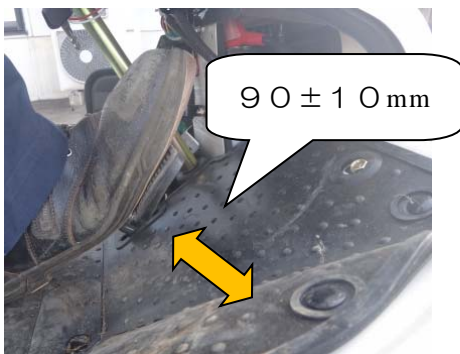

図1
- ① 刈高調整レバーを **30mm** 程度の位置にして下さい。
- ② ナイフクラッチレバーを「入」位置にして下さい。
- ③ 各ベルト押えとの隙間を、下記を参考に調整して下さい。
- ① 図1を参考に、クラッチブレーキペダルをブレーキストップで固定した状態から、ブレーキストップを解除し、ゆっくりとクラッチをつないでいきます。
② 本機が動き始めたときのペダル位置が、固定した状態から $90 \pm 10\text{mm}$ 位置でつながるのが標準です。